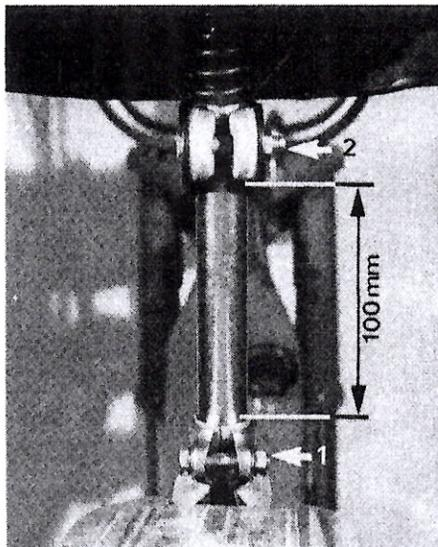

Fig. 7
- débloquez le boulon du collier situé sur le cadre (fig. 7),
**Attention:** Ne pas sortir la tige de selle d'une longueur supérieure à 100 mm (fig. 7), au-delà de cette limite le cadre risque d'être endommagé.
**Inclinaison:** Desserrez l'écrou de fixation du collier de manœuvre. Dégagez les crans de retenue, mettez la selle à l'inclinaison désirée et resserrez l'écrou (fig. 7 - n° 2).